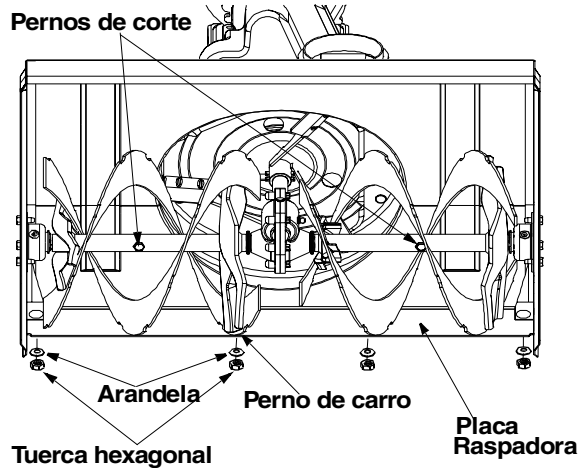

Figura 27
manera que los pernos hexagonales se cortarán. Vea la Figura 27.
- Para extraer la plancha raspadora, extraiga la zapata deslizante y el resto de la ferretería incluyendo pernos de carro, arandelas belleville y tuercas hexagonales que fijan la plancha raspadora al bastidor de la limpiadora de nieve. Vea la Figura 27 para la ubicación de la plancha raspadora.